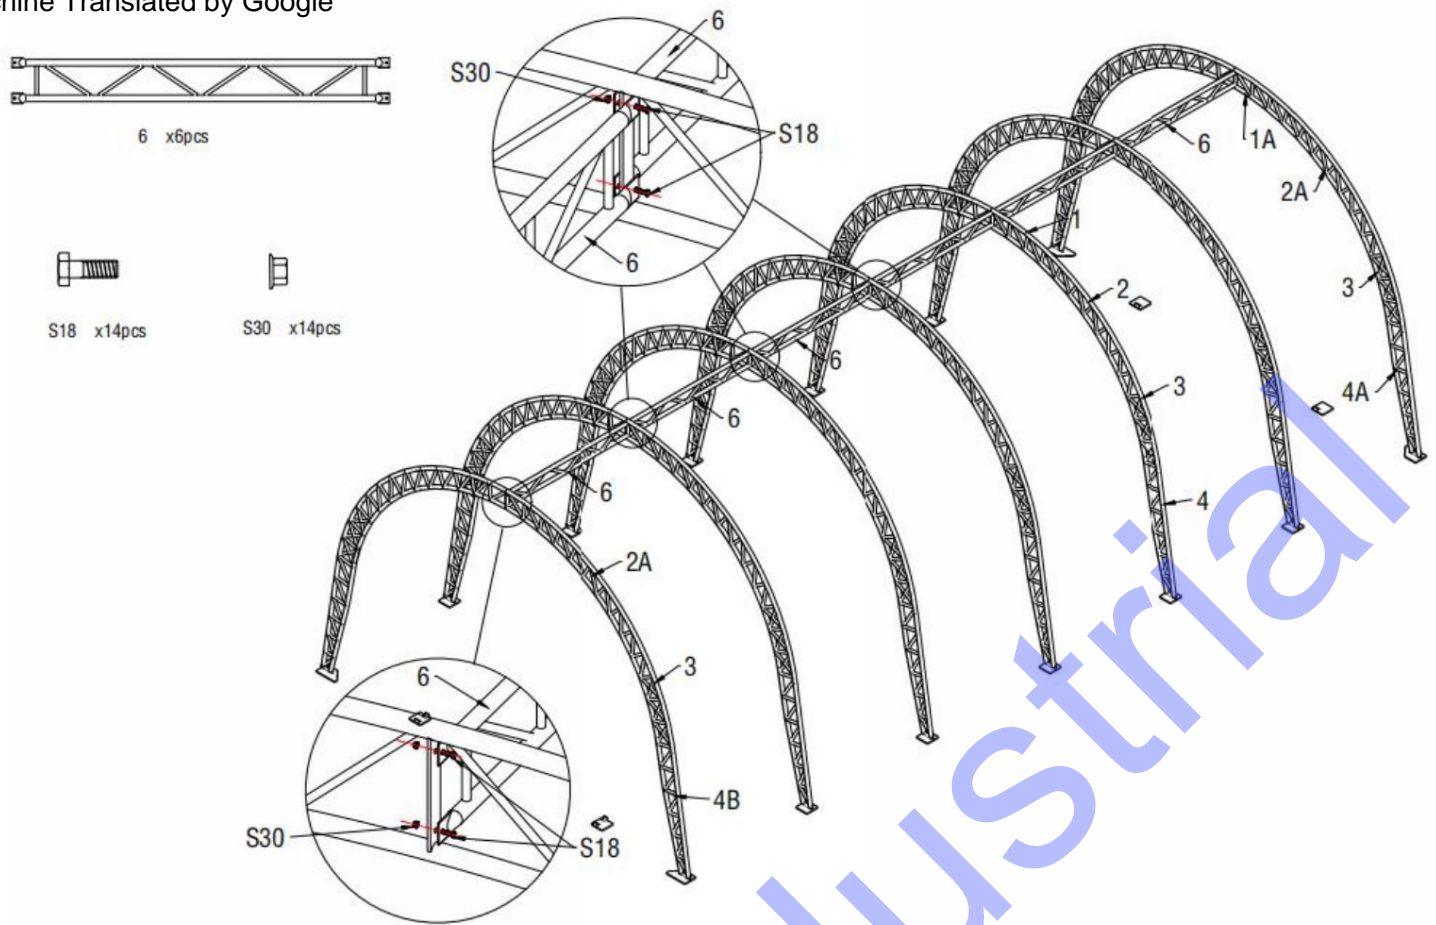
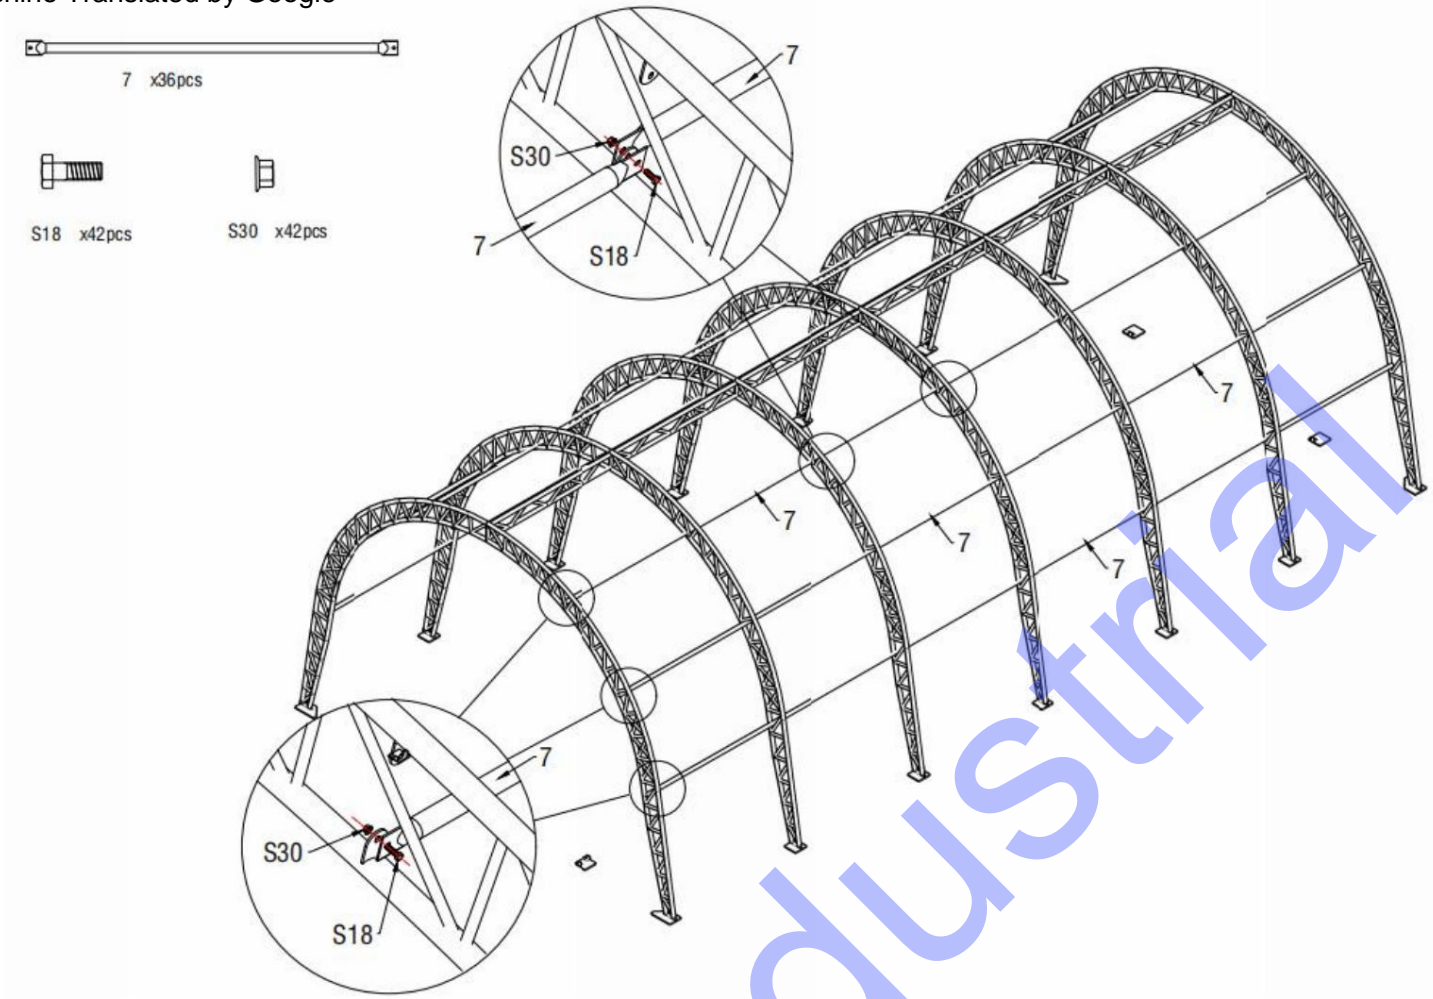

Figure 7
Figure 8
4. La figure 7 ci-dessus montre que lorsque vous avez terminé d'installer toutes les arches dans les plaques de base, utilisez Double Les pannes en treillis (n° 6) doivent être assemblées à l'aide de vis M10x30 (n° S18). Ensuite, utilisez les pannes (n° 7) pour Reliez les arches à l'aide de vis M10 x 30 (n° S18). Fixez ensuite toutes les autres pannes. L'ouvrage est terminé. cadre comme ci-dessous (Figure 8)